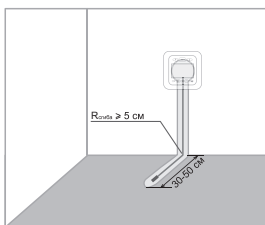

Рис.2
- Сделайте штробу (ширина - 2 см, глубина 2 см) для последующего размещения гофрированной трубки с датчиком температуры и монтажных (холодных) концов нагревательного мата. Штроба должна проходить в стене от места расположения термостата к полу и продолжаться в поверхности пола на 30-50 см к центру зоны нагревательного мата. Участки штробы в стене и в полу должны быть перпендикулярны друг другу (см. Рис.2). Изгиб гофрированной трубки с датчиком температуры допускается только в месте перехода со стены на пол. Соблюдение этих условий обеспечит свободное движение датчика температуры внутри трубки и позволит предусмотреть возможность его замены в случае необходимости (выход из строя, установка другого термостата и т.п.).